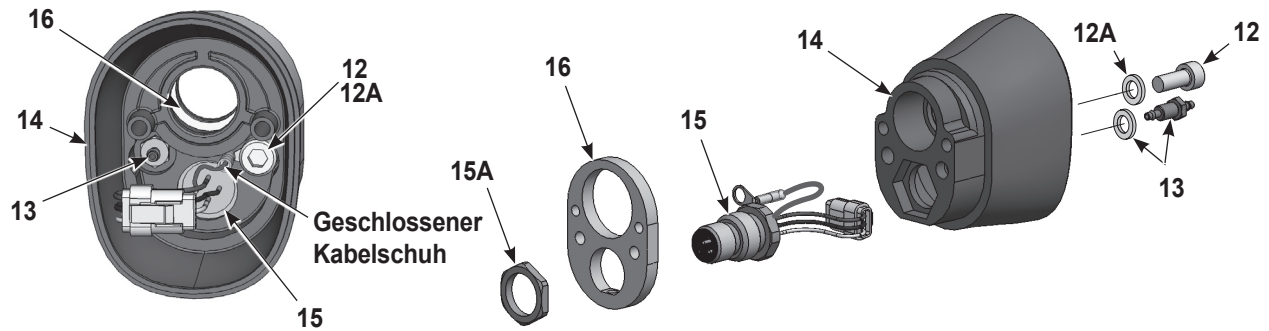

Abbildung 21 Zerlegung des Applikators für Rohrmontage (5 von 5)
18. Siehe Abbildung 21. Zum Zerlegen der hinteren Gehäusebaugruppe die Schraube (12) und den Schlauchsteckanschluss (13) aus dem hinteren Applikatorgehäuse (14) nehmen. Ein 3-mm-Innensechskantschlüssel und ein 1/4-Zoll-Steckschlüssel mit Verlängerung sind erforderlich.
19. Die Mutter (15A) von der Buchse entfernen, die Erdungsplatte (16) vom hinteren Applikatorgehäuse abziehen und den Buchsenkabelstrang durch das Gehäuse führen.